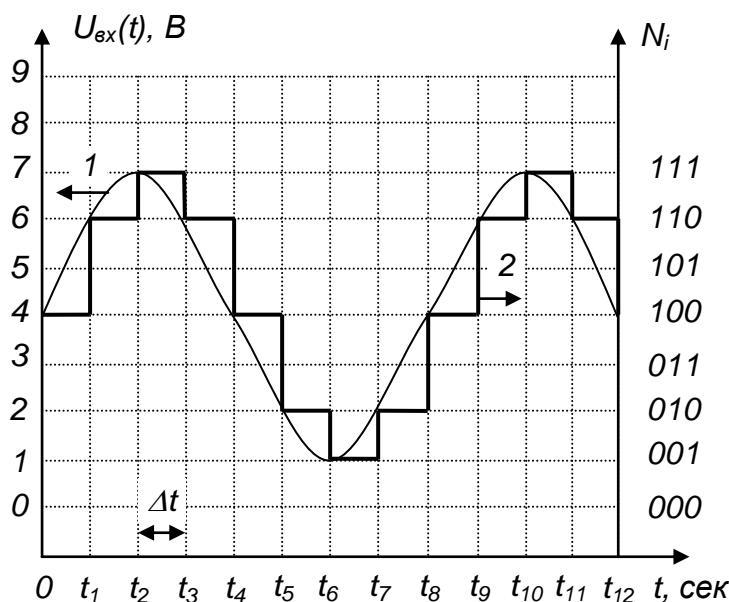

Рис. 2.8. Преобразование аналогового сигнала (1) в «цифровую» форму (2)
На рис. 2.8 показан пример преобразования синусоидального сигнала $\sin \omega t$ при помощи трех битового ($M = 3$) АЦП с равномерной
ОЗУ как сдвиговый регистр с объемом $C = 13$ трехбитовых ячеек можно представить в виде таблицы 2. АЦП преобразует аналоговый сигнал (1), показанный на рис. 2.8 в дискретную последовательность кодовых слов N_i , отображающих мгновенные значения U_i выборок. Каждое новое кодовое слово записывается в нулевую ячейку ОЗУ. При этом все ранее записанные отсчеты сдвигаются на одну ячейку. Этот сдвиг происходит с каждой новой выборкой, последовательно заполняя значениями амплитуды сигнала все ОЗУ.